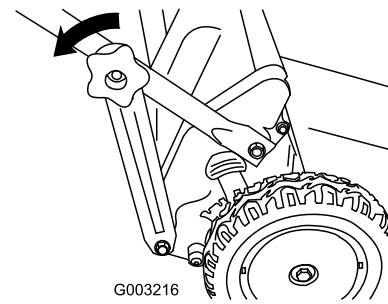

Figura 35
1. Retire los pomos del manillar inferior (Figura 35).
2. Desenganche los soportes del manillar inferior del extremo inferior de ambos lados del manillar (Figura 35).